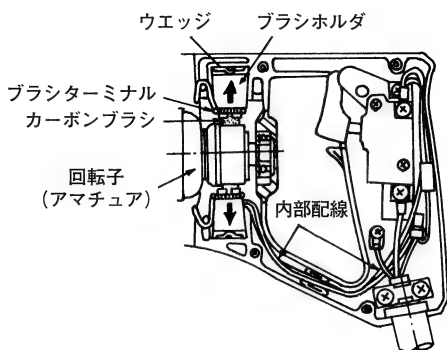

図 ４
- 内部配線類が図４のように正規の位置にあること、また内部配線類が回転子（アマチュア）に接触しないことを十分確認してください。